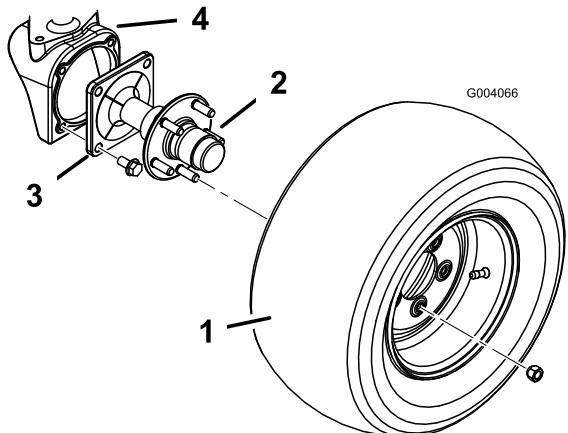

図 1
3. 各ホイールスピンドルをホイールモータハウジングに固定しているフランジボルト4本を外す図1。ホイールスピンドルを取り外す。ホイールハブはスピンドルから取り外さなくてよい。